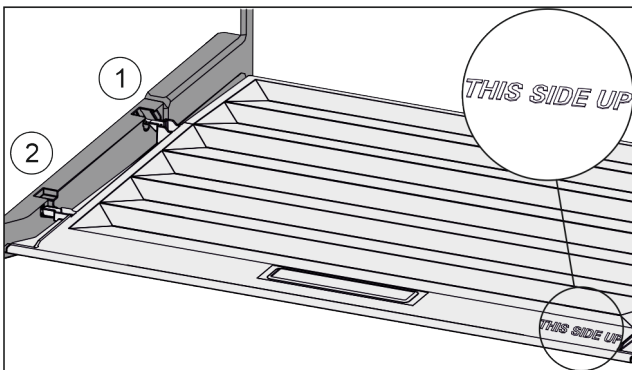

Fig. 28
- Dekselranden via de opening van de achterste houder Fig. 28 (1) aanbrengen en van voren in de houder Fig. 28 (2) klikken.